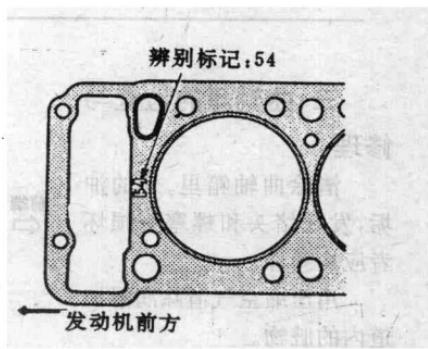

图 1-4 气缸垫识别标记
2. 要认清气缸垫上的识别标记。如图 1-4 所示，把具有识别标记的一面朝向气缸盖。不要在气缸垫上涂密封剂，以便下次拆卸。